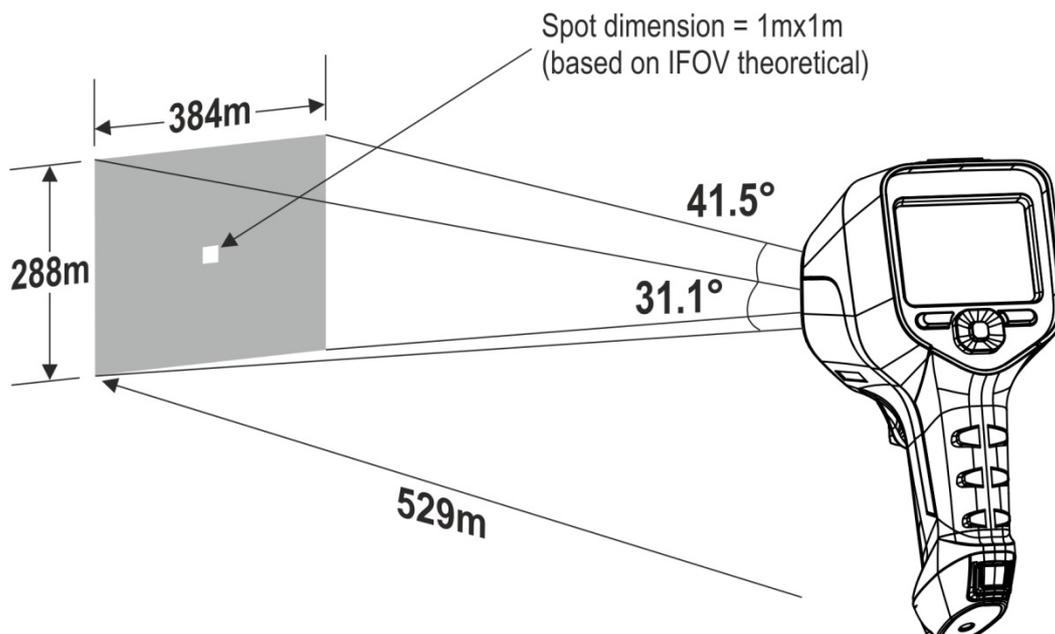

Fig. 48: Representação do campo de visão FOV do instrumento
4. Clique no ícone “**T**” para inserir uma anotação textual na imagem. O ecrã da Fig. 48 - lado direito é exibido no dispositivo